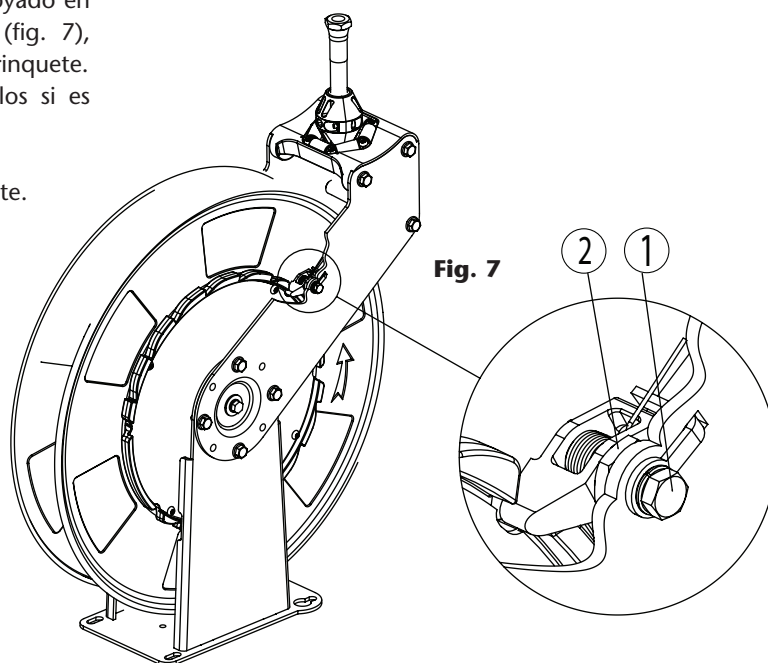

Fig. 7
1. Con la manguera enrollada y el tope manguera apoyado en los rodillos de salida, desenroscar el tornillo (1) (fig. 7), haciendo contratuercas en (2), y retirar el conjunto trinquete.